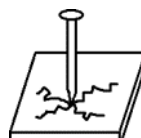

Рис.3
**3.4.** Если основание пошло трещинами и разлетается на осколки - оно слишком хрупкое. Осколки могут серьезно поранить Вас и окружающих. Также может произойти сквозной прострел базового материала, что чревато еще более серьезной травмой (см. рис.3). Основание не подходит для использования технологии прямого монтажа.